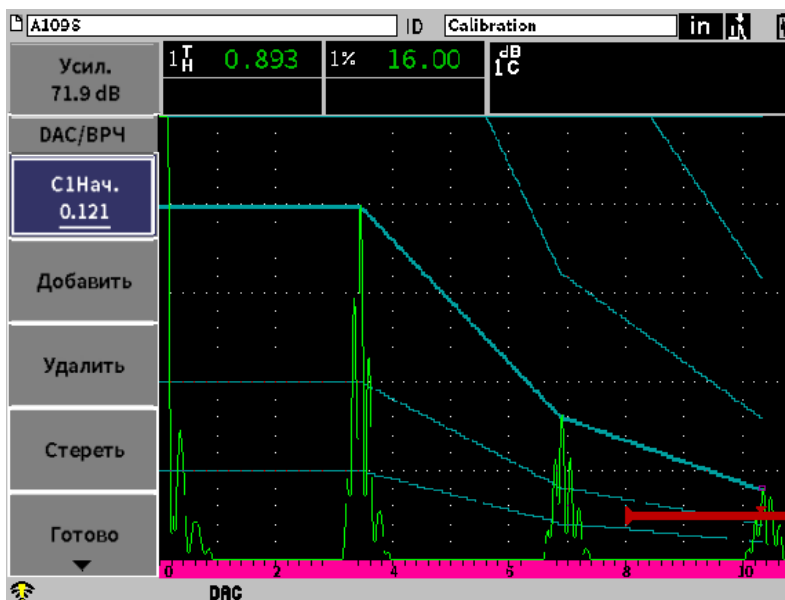

Рис. 11-16 Кривые JIS
3. Поочередно нажмите клавиши Shift и Tab, чтобы вернуться к экрану А-скан. Выбранная кривая отображается в виде линии двойной толщины (см. Рис. 11-16 на стр 177).